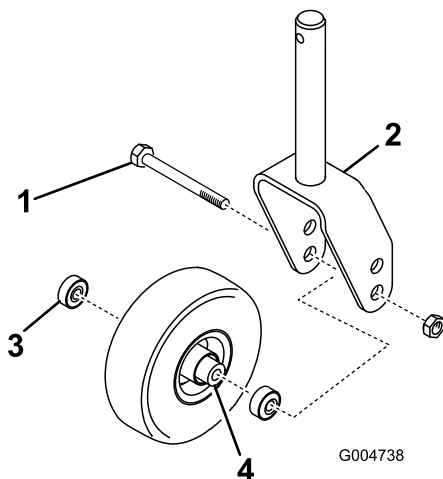

Bild 94
1. Entfernen Sie die Sicherungsmutter von der Schraube, mit denen das Laufrad in der Mitte der Laufradgabel oder am Laufradgelenkarm (Bild 94) befestigt ist. Halten Sie das Laufrad fest und schieben die Schraube aus der Gabel oder vom Gelenkarm ab.
2. Entfernen Sie das Lager aus der Radnabe und lassen das Lagerdistanzstück herausfallen (Bild 94).